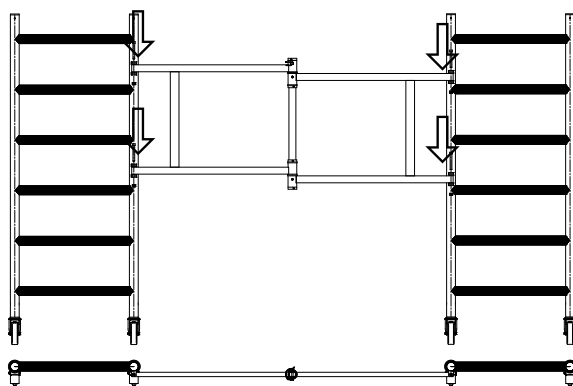

Rys.2 Montaż zestawu kołowego 120
1. Zamontować zestaw kołowy 120 w kolumnach dwóch drabin blokując je zawleczkami (Rys.2).